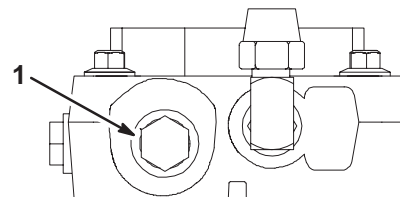

Figure 24
2. Tournez les vannes de dérivation d'un tour dans le sens anti-horaire pour pousser la machine. Cela permet au liquide hydraulique de contourner la pompe et aux roues de tourner (Fig. 24).
1. Tournez les vannes de dérivation d'un tour dans le sens horaire pour conduire la machine (Fig. 24).